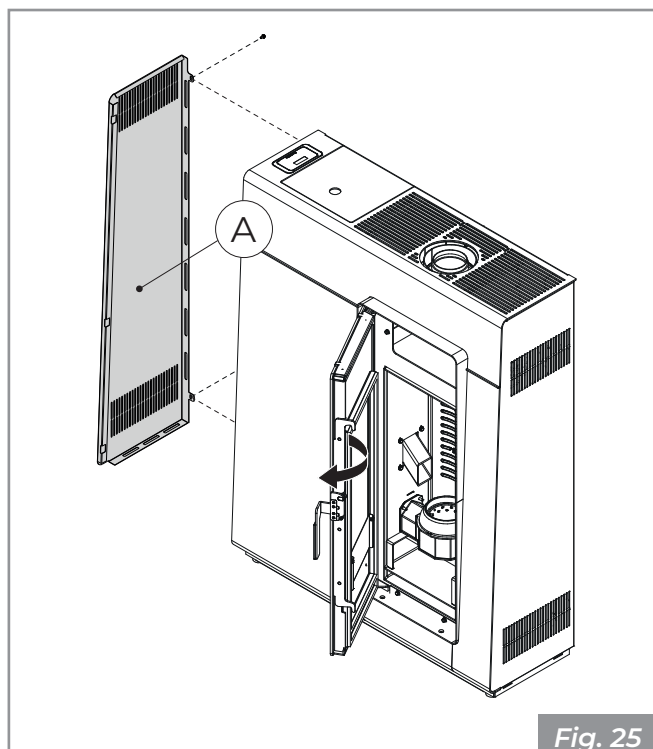

Fig. 25
- Aprire la porta ed agire sulle viti per rimuovere il fianco sinistro (**A - Fig. 25**).